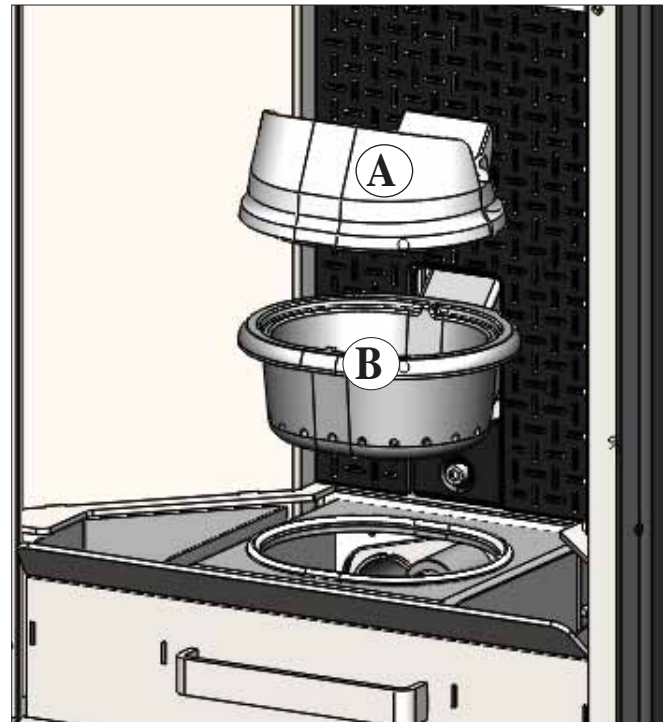
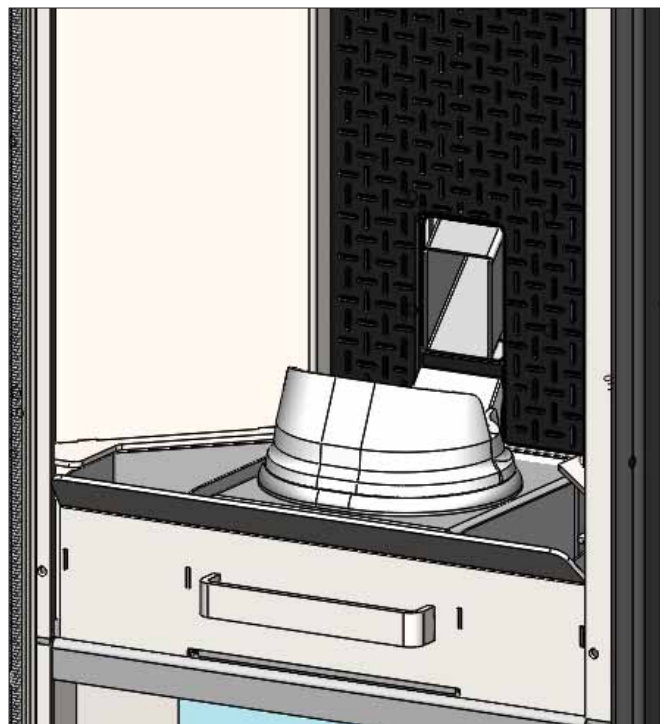

Abb. 1
Abb. 2
Kommt es nach der normalen Reinigung zu einem FEHLERHAFTEN Zusammenbau des oberen Tiegels (A) (Abb. 1) mit dem unteren Tiegel (B) (Abb. 1) kann dies den korrekten Betrieb des Ofens beeinträchtigen. Folglich vor dem Einschalten des Ofens sicherstellen, dass die Tiegel korrekt wie gezeigt (Abb. 2) ohne Asche oder Brennstoffrückstände zusammengesetzt werden.